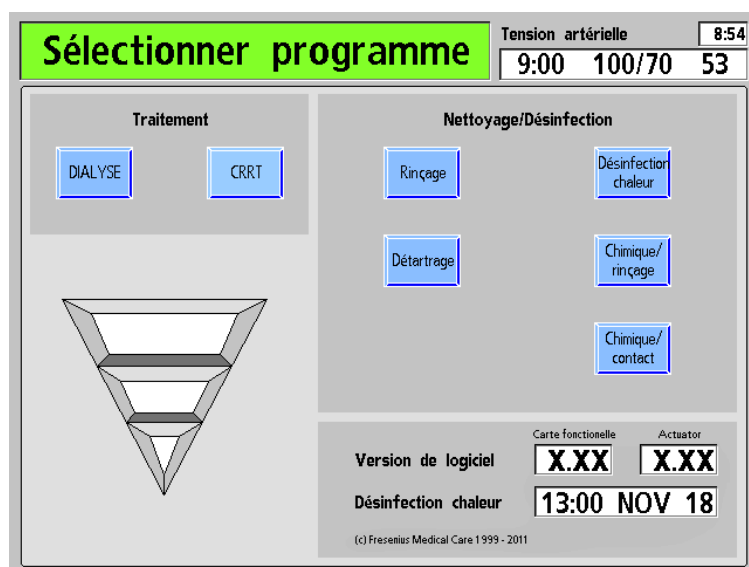

Figure 19 – Écran « Sélectionner programme »
1. Appuyez sur la touche **M/A** du panneau de commande. Le voyant vert situé au-dessus de la touche s'allume et l'écran « Sélectionner programme » (reportez-vous à la Figure 19) s'affiche au bout d'environ une minute.